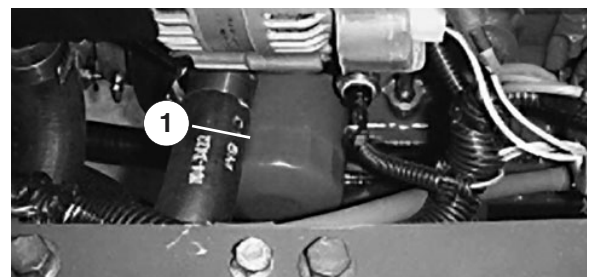

Bild 24
5. Entfernen Sie den Ölfilter und bauen Sie einen neuen ein (Bild 24).